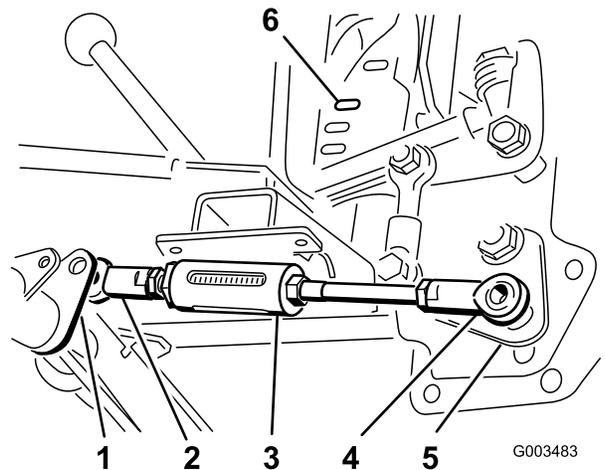

Figure 7
1. Positionnez la rotule du côté court de la tige réglable à droite du levier de tige réglable sur le tube de pivot (Figure 7)
- Placez la rotule du côté long de la tige réglable sur le goujon au bas du levier de levage et fixez-la en place avec un contre-écrou (1/2 po) légèrement serré (Figure 7).